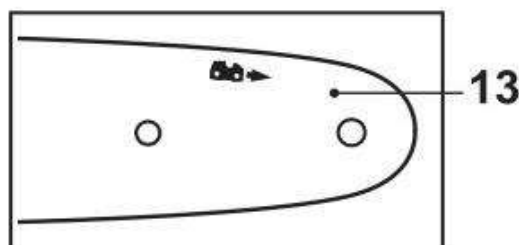

Fig. 4
2. Assurez-vous que le frein de chaîne est désengagé. S'il est engagé, tirez sur le protecteur / levier de frein (11) vers l'arrière jusqu'à ce qu'il se «clique» en place.
3. A l'aide de la clé à bougie (32) retirez les deux écrous (16) sur le côté du couvercle (18).
4. Le guide (13) doit être monté avec le symbole « sens d'installation de la chaîne » dans sa partie supérieure (figure 4).